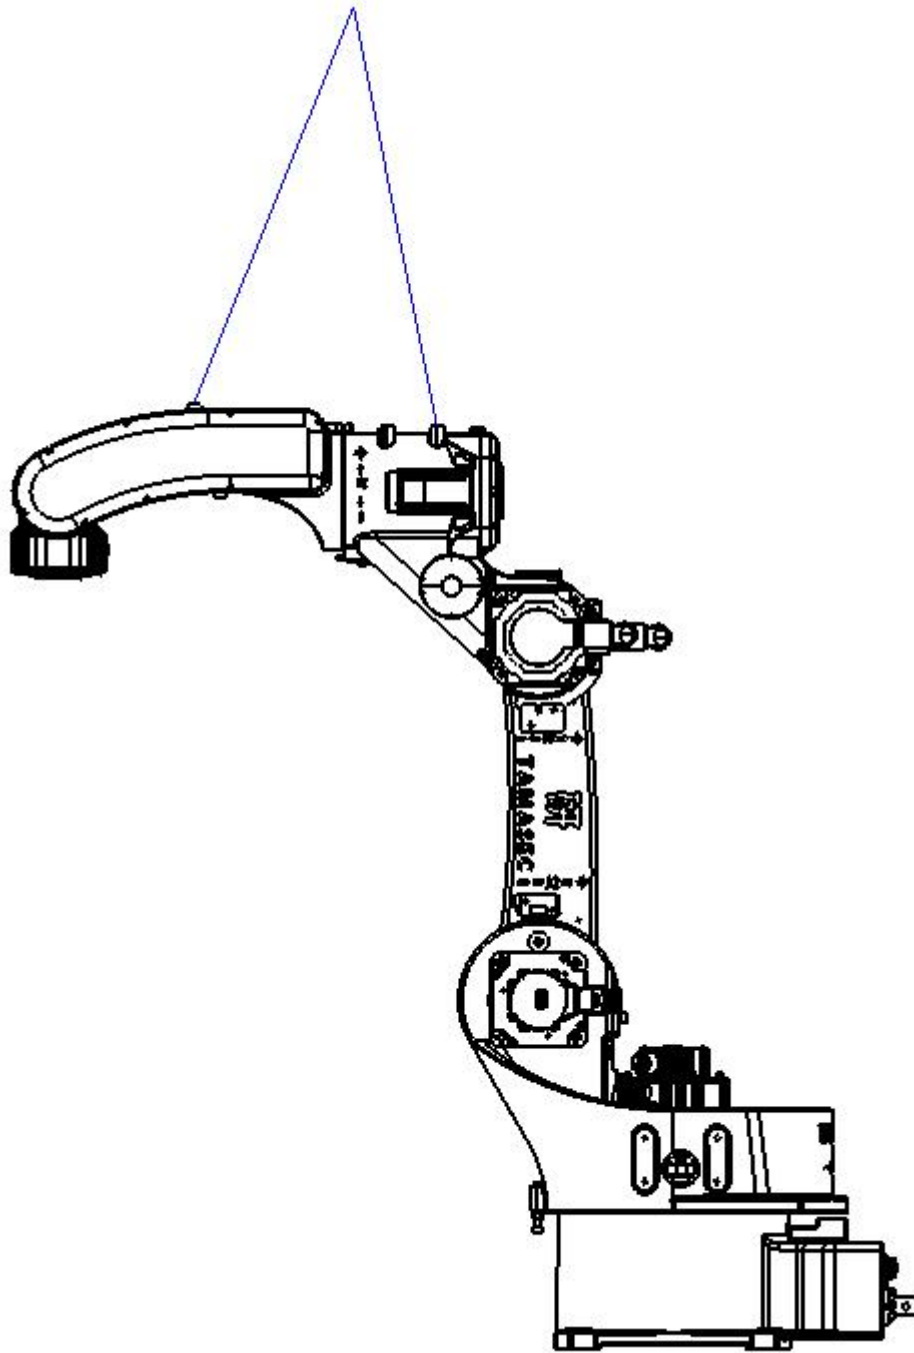

图4.4 J2轴马达更换姿态
- 1) 将机器人置于图 4.4 所示位姿，用钢丝绳如图 4.4 悬起机器人也可将自制直径为 25 的插销插入大臂与 J2 轴基座孔处，不过用绳索悬吊更为保险。